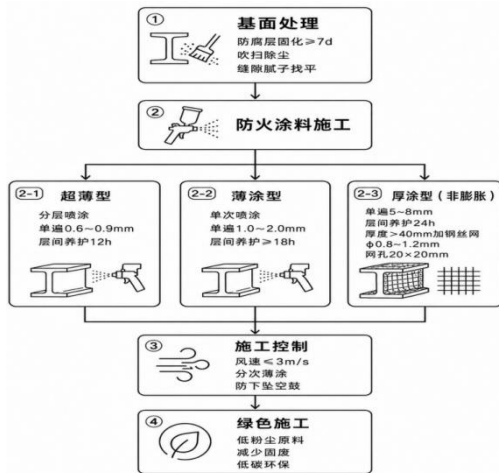

图 1 钢结构防火涂料施工工艺流程示意图
(3) 钢结构防火涂料施工工艺流程: 基层防腐涂层满 7d 固化状态下着手防火基面处理, 无尘吹扫器械扫去涂层表层浮尘以及附着物, 构件缝隙填入同规格防火腻子做找平处理。超薄型防火涂料分层喷涂施工, 单遍成型厚度收在 0.6mm 至 0.9mm, 涂层之间静置养护固定 12h; 薄涂型防火涂料单次喷涂厚度设为 1.0mm 至 2.0mm, 涂层搁置养护时长超 18h; 厚涂型非膨胀防火涂料单遍成型厚度定在 5mm 至 8mm, 每层涂刷完毕静置养护 24h, 成型厚度超 40mm 的钢制构件提前在基面固定钢丝网片, 网丝直径选用 0.8mm 至 1.2mm, 网孔规格定为 20mm \times 20mm。施工现场风速稳定控制在 3m/s 以内, 分次薄涂的施工手段规避涂料下坠空鼓状况, 低粉尘改性防火原料投入现场施工, 削减作业产生的固体废弃物, 适配低碳环保施工的发展方向。见图 1。